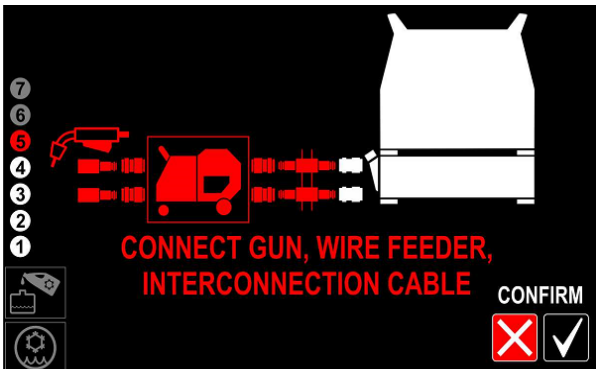

Рисунок 18
- Если используется сварочный аппарат с отдельной подачей проволоки, подключите шланги горелки и соединительный кабель – (рисунок 18 или 26).